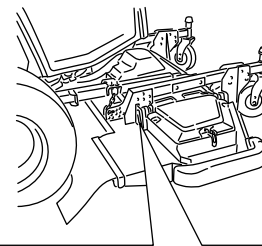

Figure 23
8. Enlevez la goupille fendue et l'axe de chape qui fixent les chaînes de hauteur de coupe à l'arrière du plateau (Figure 23).